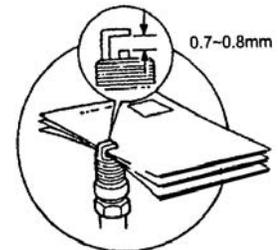

Figure 14
- 3) Mesurez le dégagement entre l'électrode. Voir Fig.14. Le dégagement devrait être entre 0.7-0.8mm. Si le dégagement est supérieur à 0.8mm, remplacez la bougie.